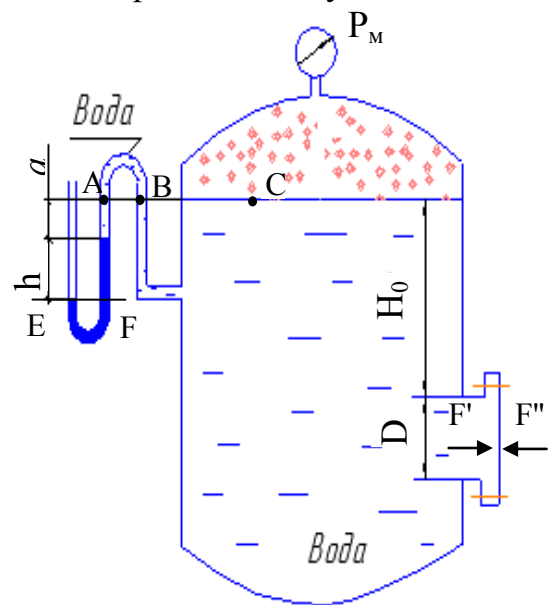

Рисунок 4.3
4.1.3 Визначити силу тиску рідини (води) на кришку люка (див. рис. 4.3) з діаметром $D = 1200$ мм, що занурена на глибину $H_0 = 1,7$ м у таких двох випадках: